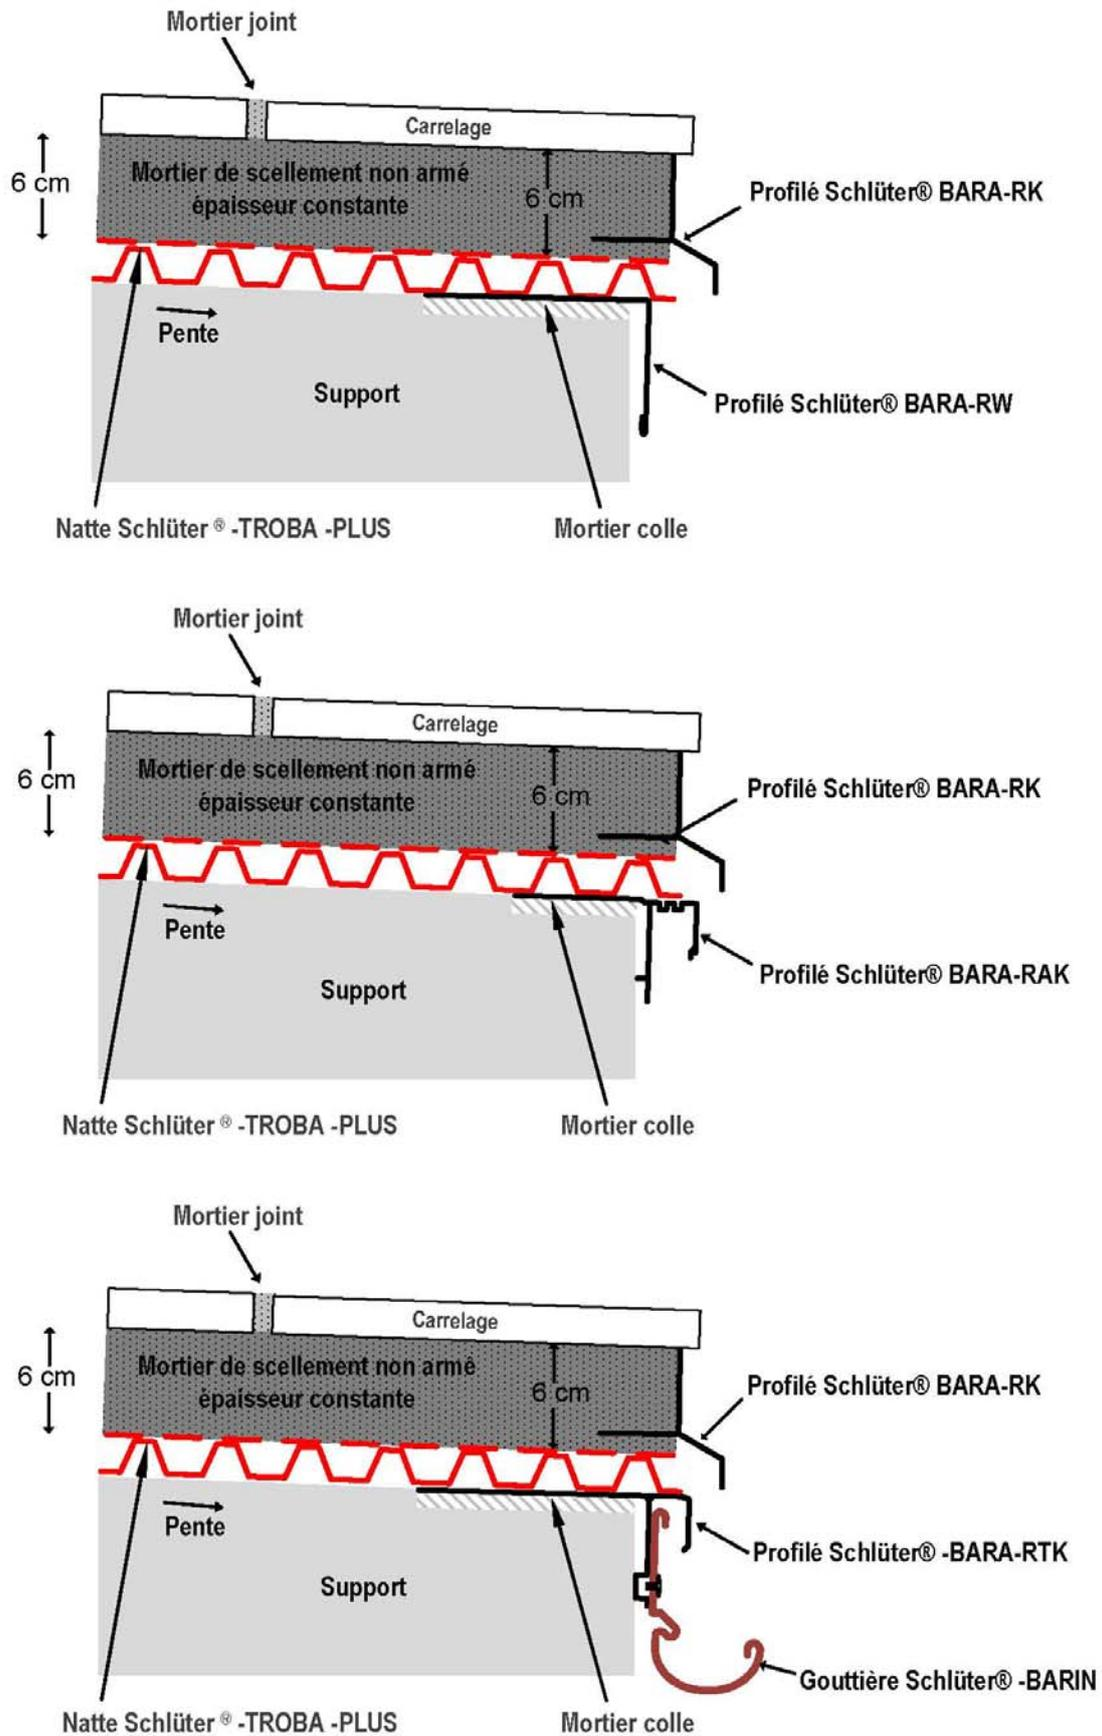

Figure 4 - Traitement des nez de balcon avec profilé de rives SCHLÜTER-BARA
- Nez de balcon (figure 4) :
Les nez de balcon doivent être traités avec des profilés SCHLÜTER-BARA et SCHLÜTER-BARIN éventuellement comme indiqué figure 4.